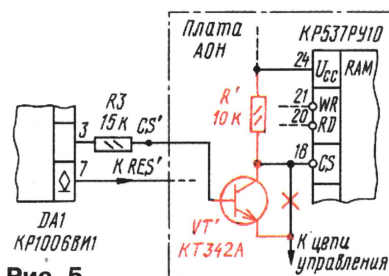

Рис. 5
3. Использовано ОЗУ КР537РУ10 (РУ8), схема выборки которого не имеет транзистора. Такое подключение характерно для большинства АОНов на базе микро-ЭВМ (например, 80с31) и крайне редко встречается в аппаратах на Z80. Блокировка осуществляется по входу CS (вывод 18) микросхемы ОЗУ, для чего на плату АОНа устанавливают транзистор VT' и резистор R' (рис. 5). Необходимо перерезать в удобном месте печатный проводник, идущий к указанному выводу микросхемы, и аккуратно припаять к нему транзистор выводами эмиттера и коллектора. К выводу базы VT' подключают проводник от устройства защиты, при этом вместо диода VD3 устанавливают резистор R3. Резистор R' установлен на плате АОНа между выводами 18 и 24 микросхемы ОЗУ.